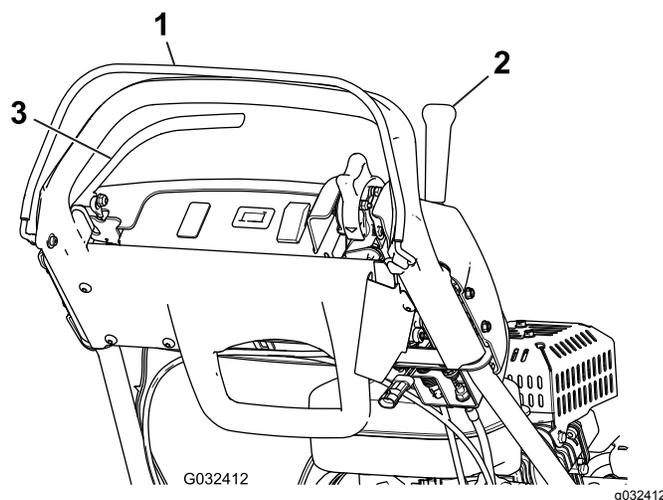

Figura 29
3. Con l'OPC rilasciato, tentate di innestare la leva di trazione (Figura 29). La leva di trazione **non** deve innestarsi. Se la leva di trazione si innesta, i microinterruttori di sicurezza necessitano di manutenzione. Correggete il problema prima di utilizzare la macchina, fate riferimento a Manutenzione del microinterruttore della trazione (pagina 34)
4. Con l'OPC premuto e la leva di trazione innestata, rilasciate l'OPC (Figura 29). La leva di trazione **deve** disinnestarsi. Se la leva di trazione non si disinnesta, i microinterruttori di sicurezza necessitano di manutenzione. Correggete il problema prima di utilizzare la macchina, fate riferimento a Manutenzione del microinterruttore della trazione (pagina 34)
5. Con l'OPC premuto e la leva del cambio spostata a sinistra, innestate la trazione e la trasmissione del cilindro, rilasciate l'OPC (Figura 29). La leva di trazione **deve** disinnestarsi. Se la leva di trazione non si disinnesta, i microinterruttori di sicurezza necessitano di manutenzione. Correggete il problema prima di utilizzare la macchina, fate riferimento a Manutenzione del microinterruttore della trazione (pagina 34) o Regolazione del comando del cilindro (pagina 38)
6. Con l'OPC premuto e la leva del cambio spostata a sinistra per innestare la trazione e la trasmissione del cilindro, spostate la leva del cambio a destra per disinnestare la trasmissione del cilindro (Figura 29). La trasmissione del cilindro **deve** disinnestarsi. Se la trasmissione del cilindro non si disinnesta, i microinterruttori di sicurezza necessitano di manutenzione. Correggete il problema prima di utilizzare la macchina, fate riferimento a Regolazione del comando del cilindro (pagina 38)
2. Con l'OPC premuto, la leva di trazione innestata e i comandi del motore in posizione di avvio (Figura 29), tentate di avviare il motore. Il motore **non dovrebbe** avviarsi. Se il motore si avvia, l'interruttore di sicurezza a interblocchi necessita di manutenzione. Correggete il problema prima di utilizzare la macchina, fate riferimento a Manutenzione del microinterruttore della trazione \(pagina 34\)
2. Con la leva di trazione disinnestata, il freno di servizio inserito e i comandi del motore in posizione di avvio (Figura 29), tentate di avviare il motore. Il motore si deve avviare. Se il motore non si avvia, il microinterruttore necessita di manutenzione. Correggete il problema prima di utilizzare la macchina, fate riferimento a Manutenzione del microinterruttore del freno \(pagina 35\)
3. Con il motore in funzione, inserite il freno di servizio (non il fermo del freno di stazionamento), premete l'OPC e innestate la leva di trazione (Figura 29). Il motore dovrebbe faticare per bypassare il freno, ma non dovrebbe spegnersi. Se il motore si spegne immediatamente, il microinterruttore necessita di manutenzione. Correggete il problema prima di utilizzare la macchina, fate riferimento a Verifica del microinterruttore del freno \(pagina 23\)
4. Con il motore in funzione, inserite il freno di stazionamento, premete l'OPC e innestate la leva di trazione (Figura 29). Il motore dovrebbe spegnersi. Se il motore non si avvia, il microinterruttore necessita di manutenzione. Correggete il problema prima di utilizzare la macchina, fate riferimento a Manutenzione del microinterruttore del freno \(pagina 35\)